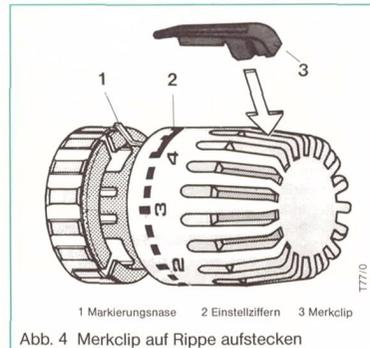

Abb. 4 Merkclip auf Rippe aufstecken
Markieren Sie die Ihnen angenehmste Einstellung, indem Sie den Merkclip (3) auf die entsprechende Rippe aufstecken (Abb. 4).